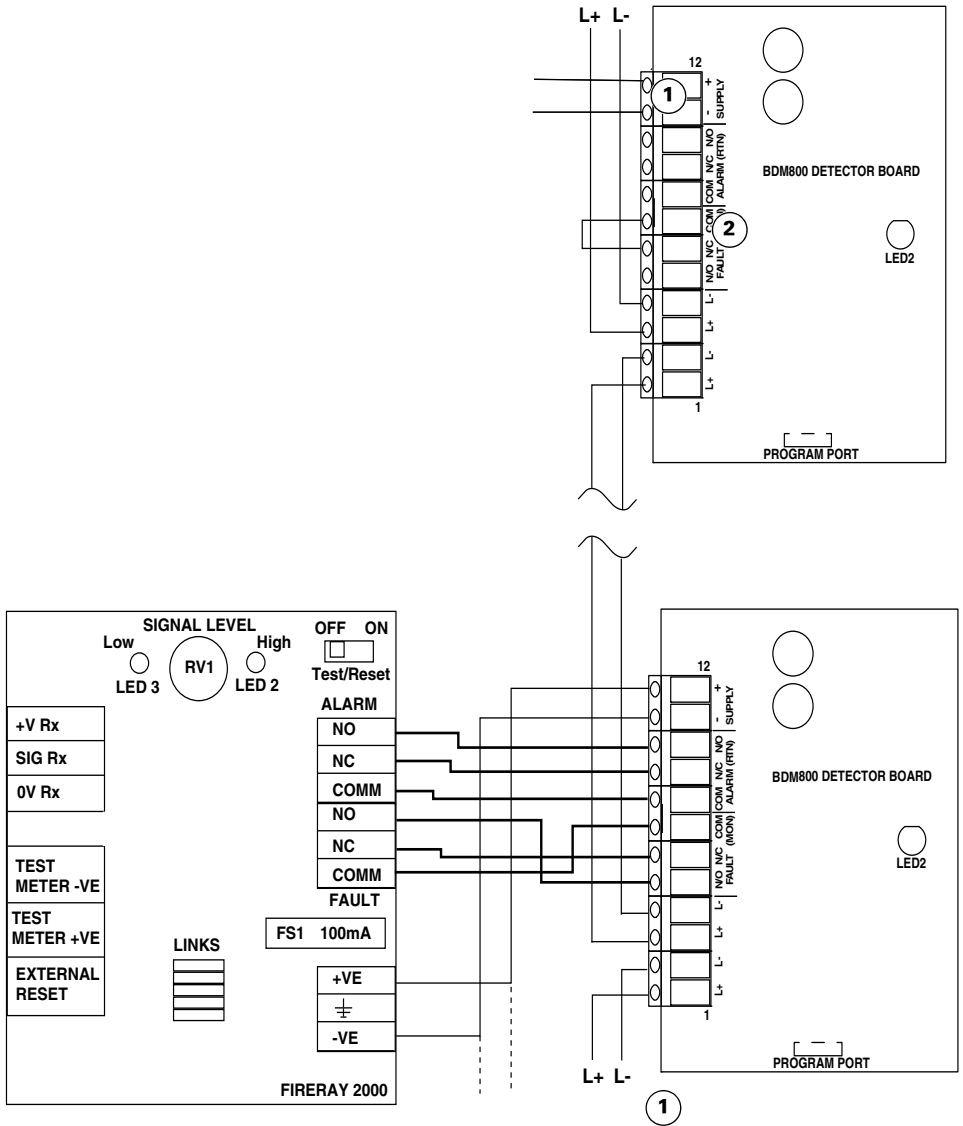

Fig. 2: Diagramma di cablaggio semplificato di Fireray 2000
- Nella fig. 2 a pagina 3 è illustrato il diagramma di cablaggio di Fireray 5000.
- Nella fig. 2 a pagina 3 è illustrato il diagramma di cablaggio di Fireray 2000.